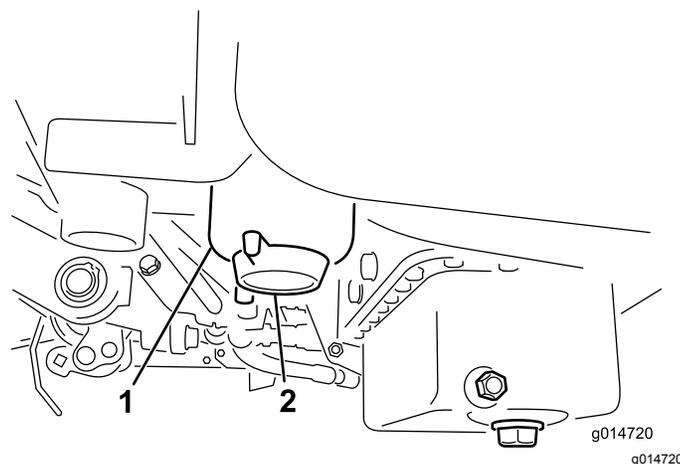

図 31
3. 燃料フィルタについているドレンプラグを1回転ほど開き、内部にたまっている異物を流し出す 図 31。